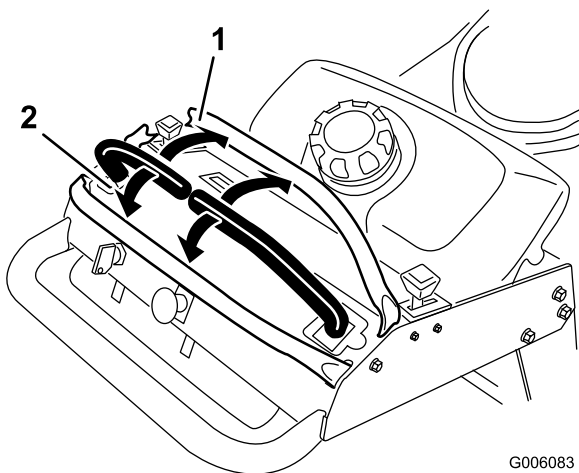

Figura 8
3. Para ir hacia adelante, empuje lentamente las palancas de control de movimiento hacia adelante (Figura 8).
Para ir recto, aplique la misma presión a ambas palancas de control de movimiento (Figura 8).
Para girar, mueva la palanca de control de movimiento hacia punto muerto en el sentido en el que desea girar (Figura 8).
2. Para ir hacia atrás, tire lentamente de las palancas de control de movimiento hacia atrás (Figura 8).
Para girar, deje de empujar la palanca de control de movimiento del lado al que desea girar (Figura 8).